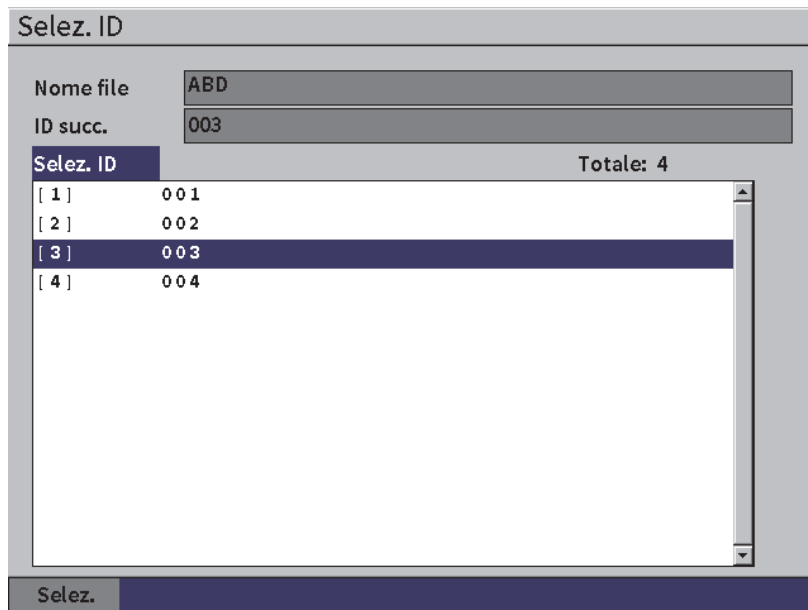

Figura 9-8 Visualizzazione di tutti gli ID in un file
1. Nella pagina dei parametri di configurazione (vedere Figura 9-7 a pagina 134), premere il tasto Tab per evidenziare il pulsante **Sel. ID** (seleziona ID) ed in seguito premere il tasto Invio per aprire la pagina di configurazione **Sel. ID** (vedere Figura 9-8 a pagina 135).